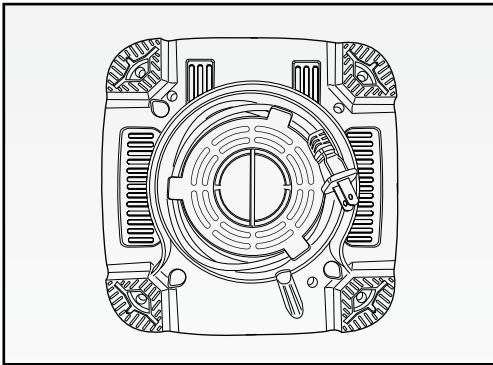

Fig. 6
- La tazza (C), il coperchio (B), il tappo (A) possono essere lavati anche in lavastoviglie, nel ripiano superiore.
- Riporre l'apparecchio avvolgendo il cavo elettrico nell'apposito avvolgicavo (Fig. 6).